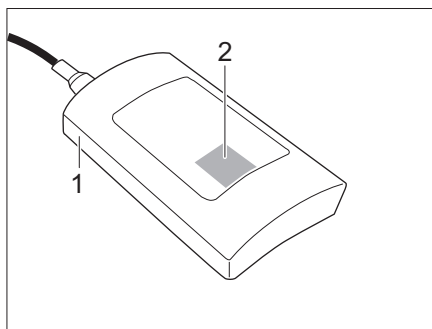

Fig. 101 Caja de control
- Escanee el código QR (Fig. 101,2) de la caja de control (Fig. 101,1).
- ▷ La caja de control (Fig. 101,1) se encuentra en la parte delantera del vehículo.